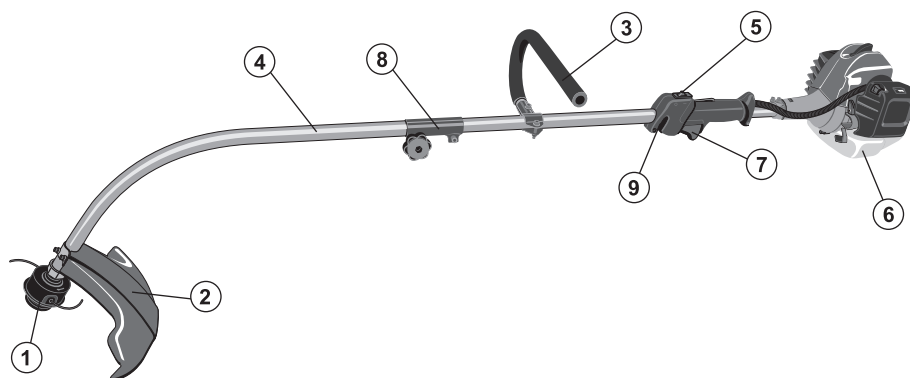
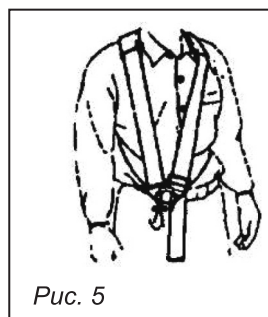

Рис.2. Расположение основных элементов бензотриммера:
Рис. 5
Основные элементы и части бензотриммера представлены на рис. 2.
Ремень крепится к штанге с помощью держателя. Согласно рис.5 наденьте ремень на шею и пристегните карабин за место крепления (10), см. рис. 2.